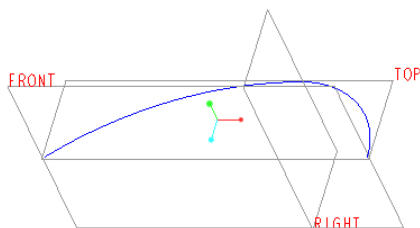

图 1-68 已存在曲线
(1) 在“快速访问”工具栏中单击  (打开) 按钮，系统弹出“文件打开”对话框，从本书附赠网盘素材中选择 bj_1_45c.prt 文件，接着单击“打开”按钮，该钣金件文件中存在如图 1-68 所示的原始曲线。